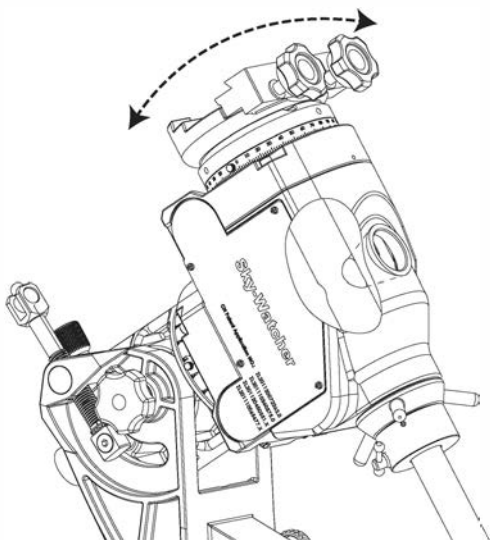
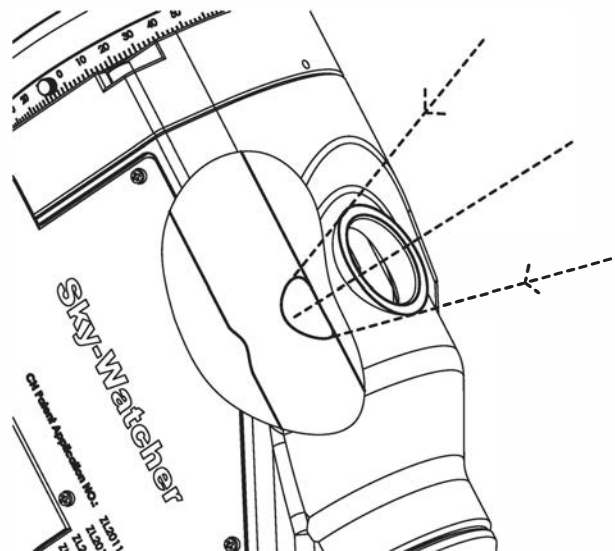

Рис. 3.1a
Рис. 3.1b
3. Для работы с искателем полюса, снимите крышку искателя полюса монтировки, ослабьте фиксатор оси склонений, поверните ось склонений до полного открытия отверстия в оси склонений, и закрепите фиксатор оси склонений. (рис. 3.1a и рис. 3.1b).